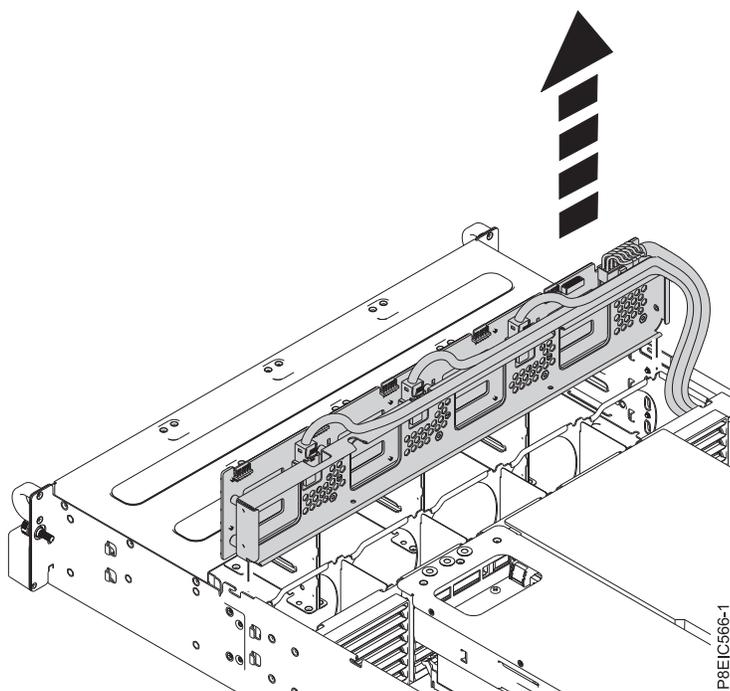

Figure 27. Retrait du fond de panier des unités de disque
9. Soulevez le fond de panier des unités de disque à la verticale pour le sortir du châssis, comme illustré dans la figure 27, à la page 26.